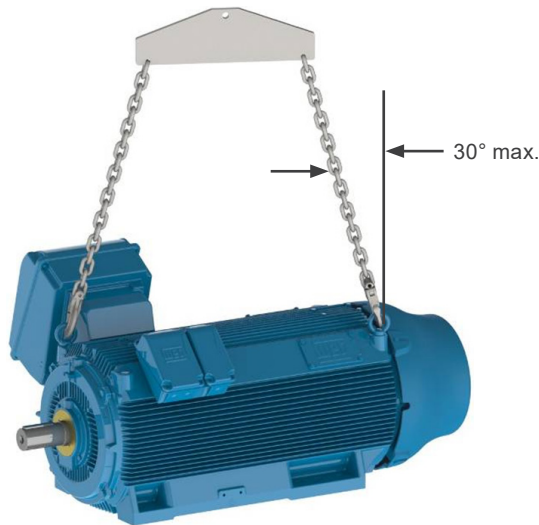

Figura 4.5: Ângulo máximo resultante para motores HGF horizontais
- Para motores HGF, conforme Figura 4.5 na página 188, o ângulo máximo resultante deve ser de 30° em relação ao eixo vertical.